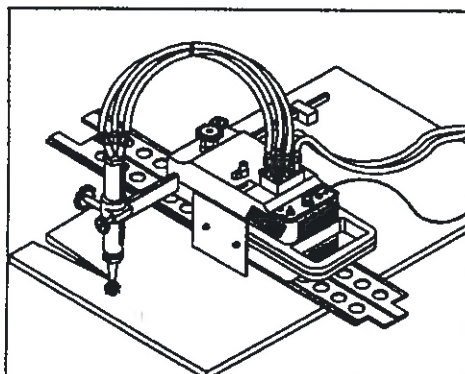

fig.4
2.4) Tournez le bras d'embrayage (30.4606.072) dans le sens de la flèche. Ouvrez l'oxygène de coupe et déplacez la machine vers l'avant comme indiqué sur la figure 4.